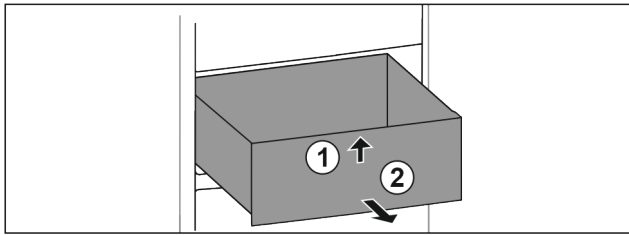

Fig. 103
- Sollevare il cassetto dal davanti. Fig. 103 (1)
- Rimuovere il cassetto tirandolo in avanti. Fig. 103 (2)